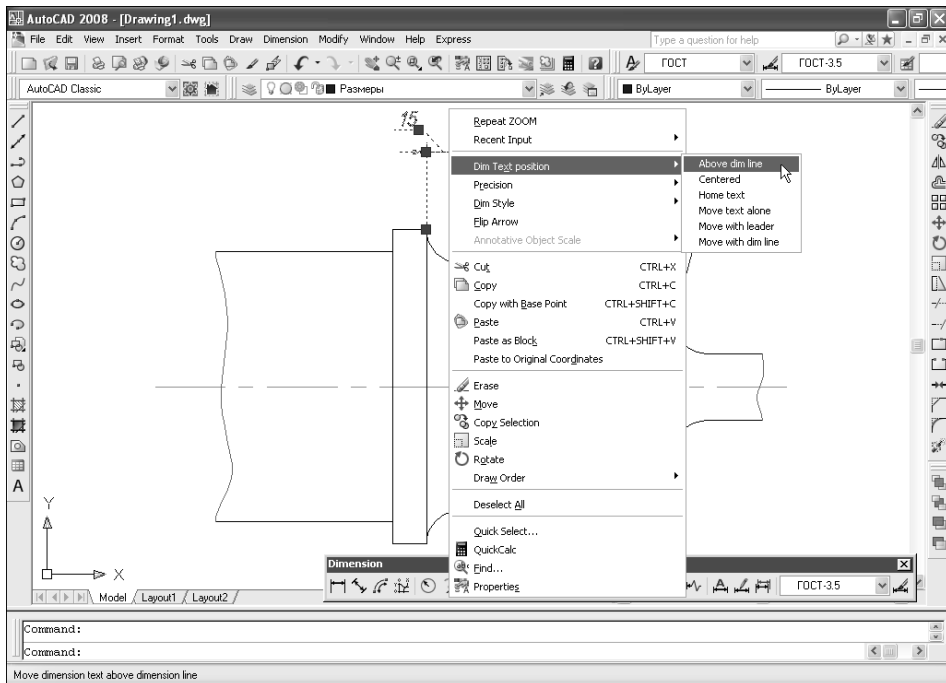

Рис. 7.24. Контекстное меню управления расположением размерного текста
2. Щелкните *правой* кнопкой мыши для открытия контекстного меню (рис. 7.24).